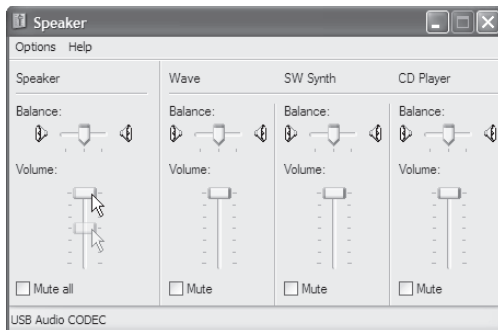

Figure 7
6. Vous pouvez ensuite régler le volume en cliquant sur le curseur Volume (Figure 7).